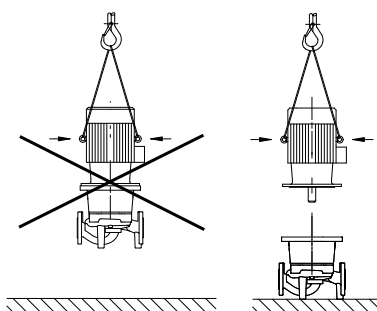

Fig. 20: Transporte do motor
- **Utilizar os olhais de elevação do motor só para carregar o peso do mesmo e não para carregar toda a bomba (fig. 20).**